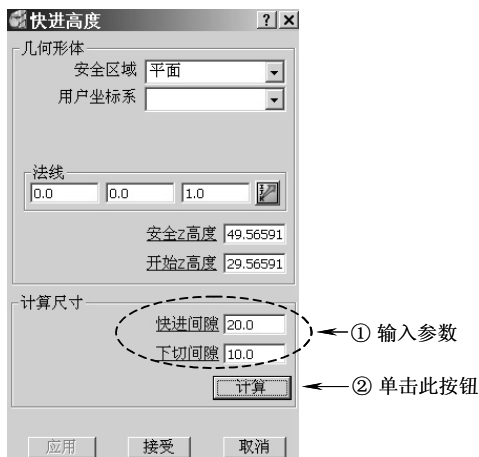

图 4-13 设置快进高度
4) 设置快进高度：在 PowerMILL 综合工具栏中单击快进高度按钮，打开“快进高度”表格，按图 4-13 所示设置快进高度参数，完成后单击“接受”按钮退出。